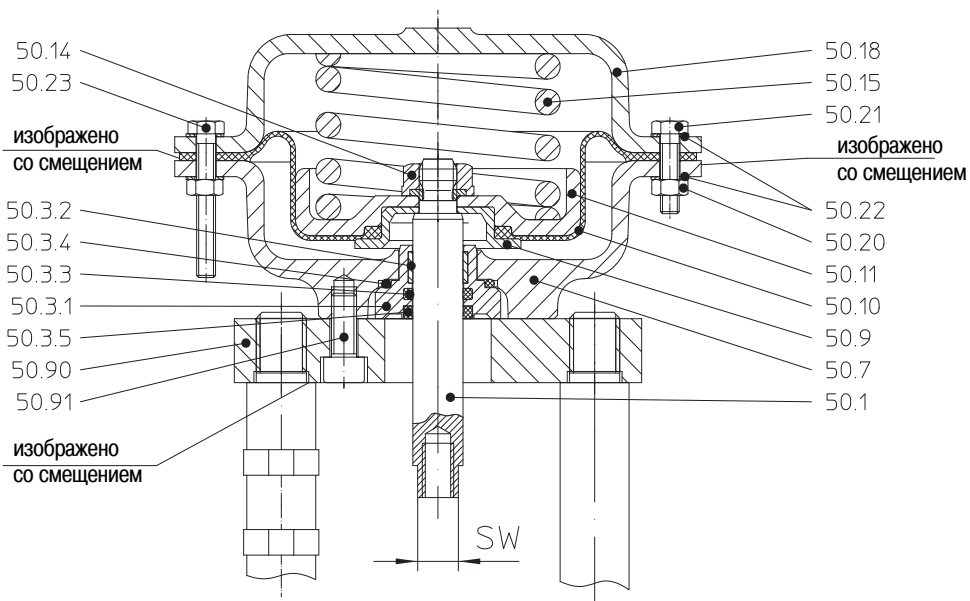
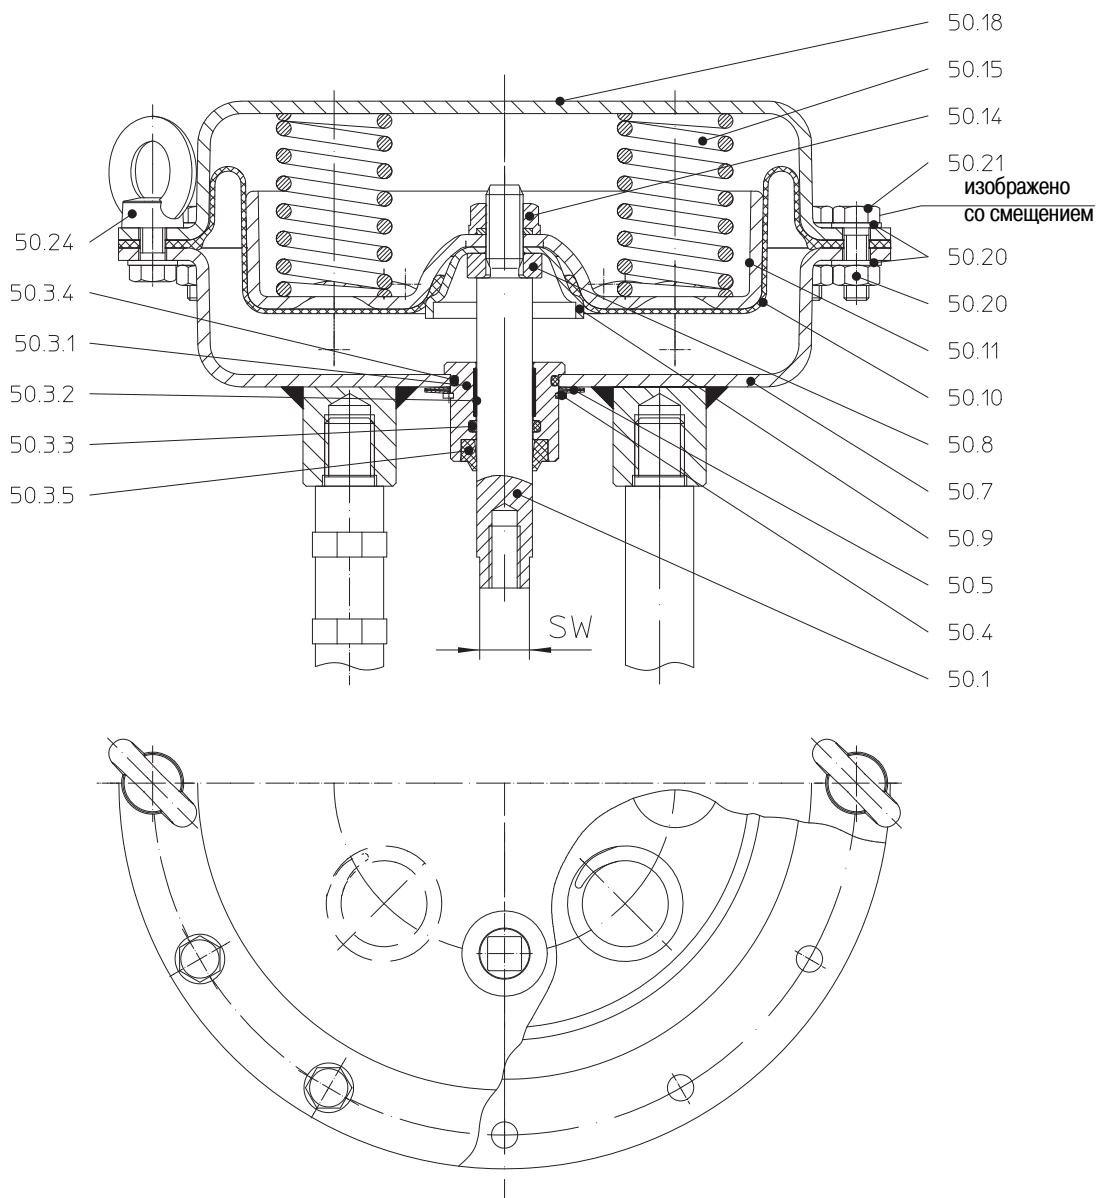

Рис. 6: Привод для DN 25, 32
Рис. 7: Привод для DN 40, 50
- Вогнутость тарелки мембраны (поз. 50.11), которая соосна отверстию роликовой мембраны (поз. 50.10), должна находиться над воздушным патрубком дна мембраны (поз. 50.7) (Рис. 6-Рис. 7).
Плоскость под ключ шпинделя (поз. 50.1) после соединения клапан с приводом должна оставаться хорошо доступной (Рис. 6-Рис. 7).